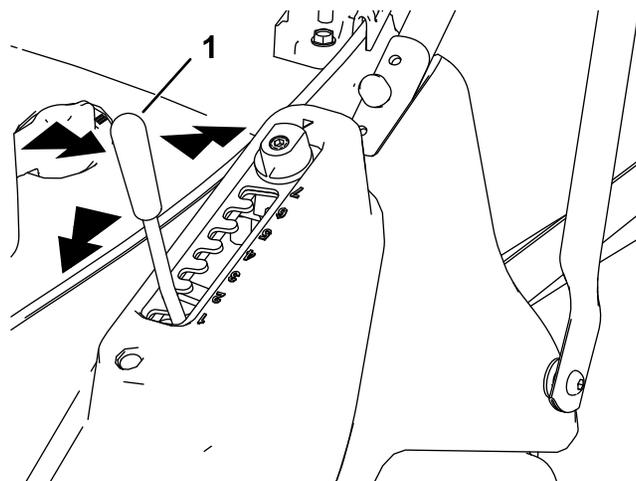

Figura 11
1. Afferrate la leva dell'altezza di taglio e tirate lateralmente per disinserirla dalla tacca di bloccaggio (Figura 11).
2. Spingete in avanti la leva per abbassare l'altezza di taglio o tiratela indietro per alzarla (Figura 11).
3. Rilasciate la leva nel punto richiesto e assicuratevi che si blocchi saldamente in 1 delle 7 tacche di regolazione (Figura 11).